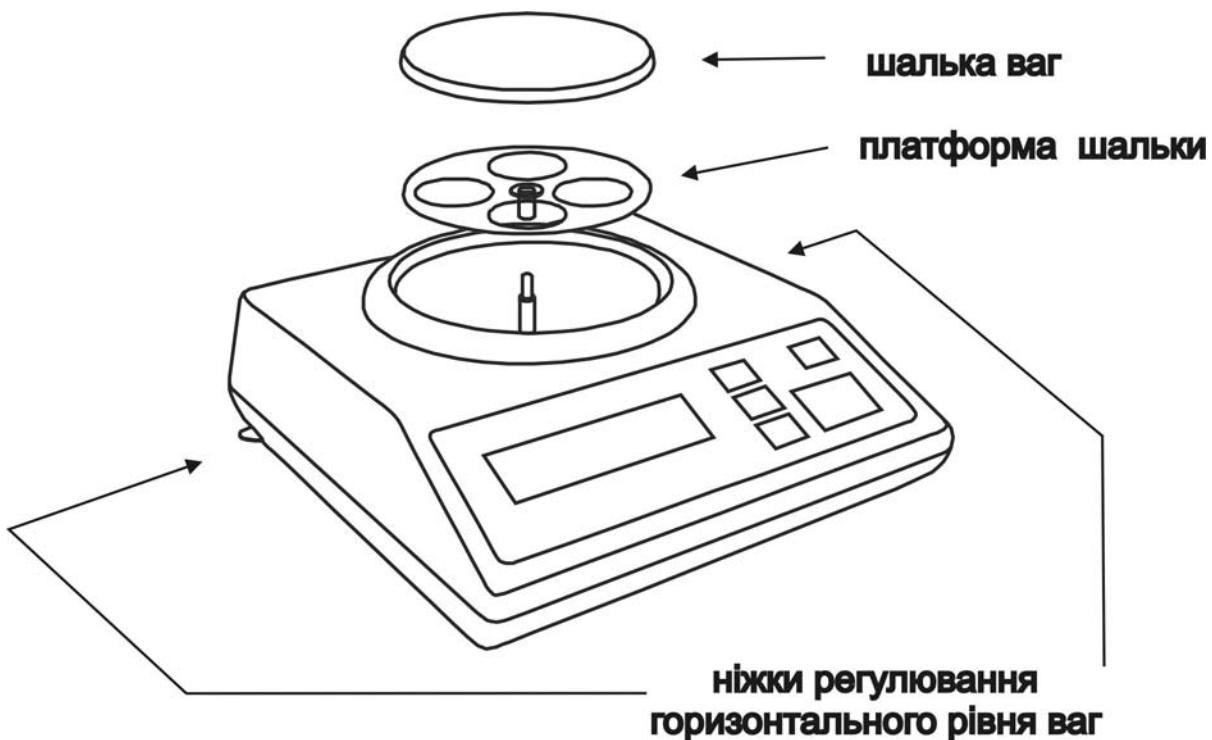

Рисунок 3
6.4 Зібрати ваги, виконуючі наступні операції (див. рисунок 3):